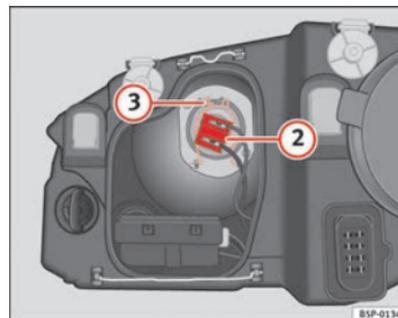

Fig. 180 Médios
- Retirar o conector ⇒ página 273, fig. 180 ② da lâmpada.
- Desengate a mola de fixação ⇒ página 273, fig. 180 ③ pressionado-a para dentro e para a direita.